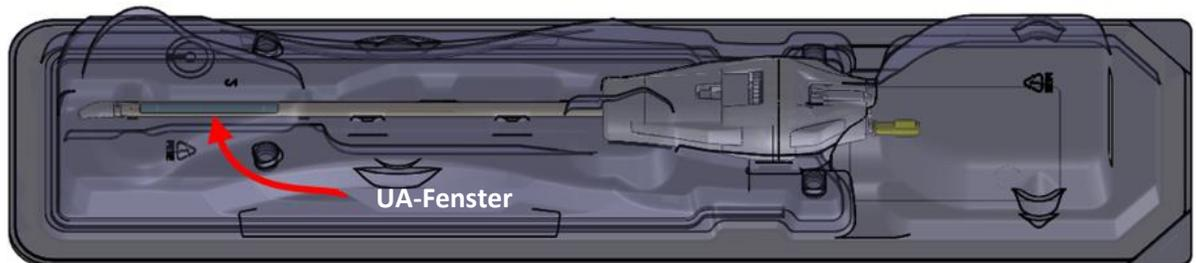

Abbildung 16: UA-Fenster
- g. Inspizieren Sie das UA-Fenster durch die Verpackung hindurch genau auf Luftblasen (*Abbildung 16*). Es dürfen **keinerlei** Luftblasen **jeglicher** Größe vorhanden sein. Klopfen Sie vorsichtig auf das Verpackungsende am UA-Fenster gegen die Arbeitsfläche, wenn Luftblasen zu sehen sind, um sie zu lösen. Wiederholen Sie den Vorgang ab Schritt „a“, wenn immer noch Luftblasen zu sehen sind.